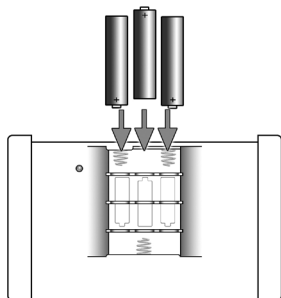

Abb. 4
- Setzen Sie die drei AAA-Batterien ein. Achten Sie dabei bitte auf die richtige Polarität. (Abb. 4)